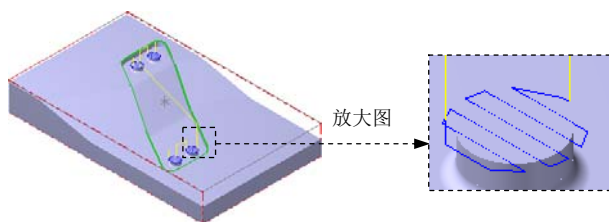

图 14.39 刀具路径
(1) 在“曲面精加工浅平面”对话框中单击 **浅平面精加工参数** 选项卡，在 **浅平面精加工参数** 选项卡的 **大切屑间距 (M)** 文本框中输入值 4.0；在 **切削方式** 下拉列表中选择 **双向** 选项。
(2) 单击 **间隙设置 (G)...** 按钮，在系统弹出的“刀具路径的间隙设置”对话框中选中 **✓ 切削顺序最佳化** 复选框；在 **切线的长度** 文本框中输入值 5.0。
(3) 单击 **✓** 按钮，系统返回至“曲面精加工浅平面”对话框。
Step8. 单击“曲面精加工浅平面”对话框中的 **✓** 按钮，同时在图形区生成图 14.39